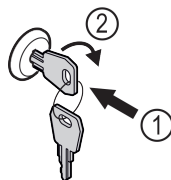

Fig. 166
- ▶ Inserire la chiave. Fig. 166 (1)
- ▶ Ruotare la chiave di 90° in senso orario. Fig. 166 (2)